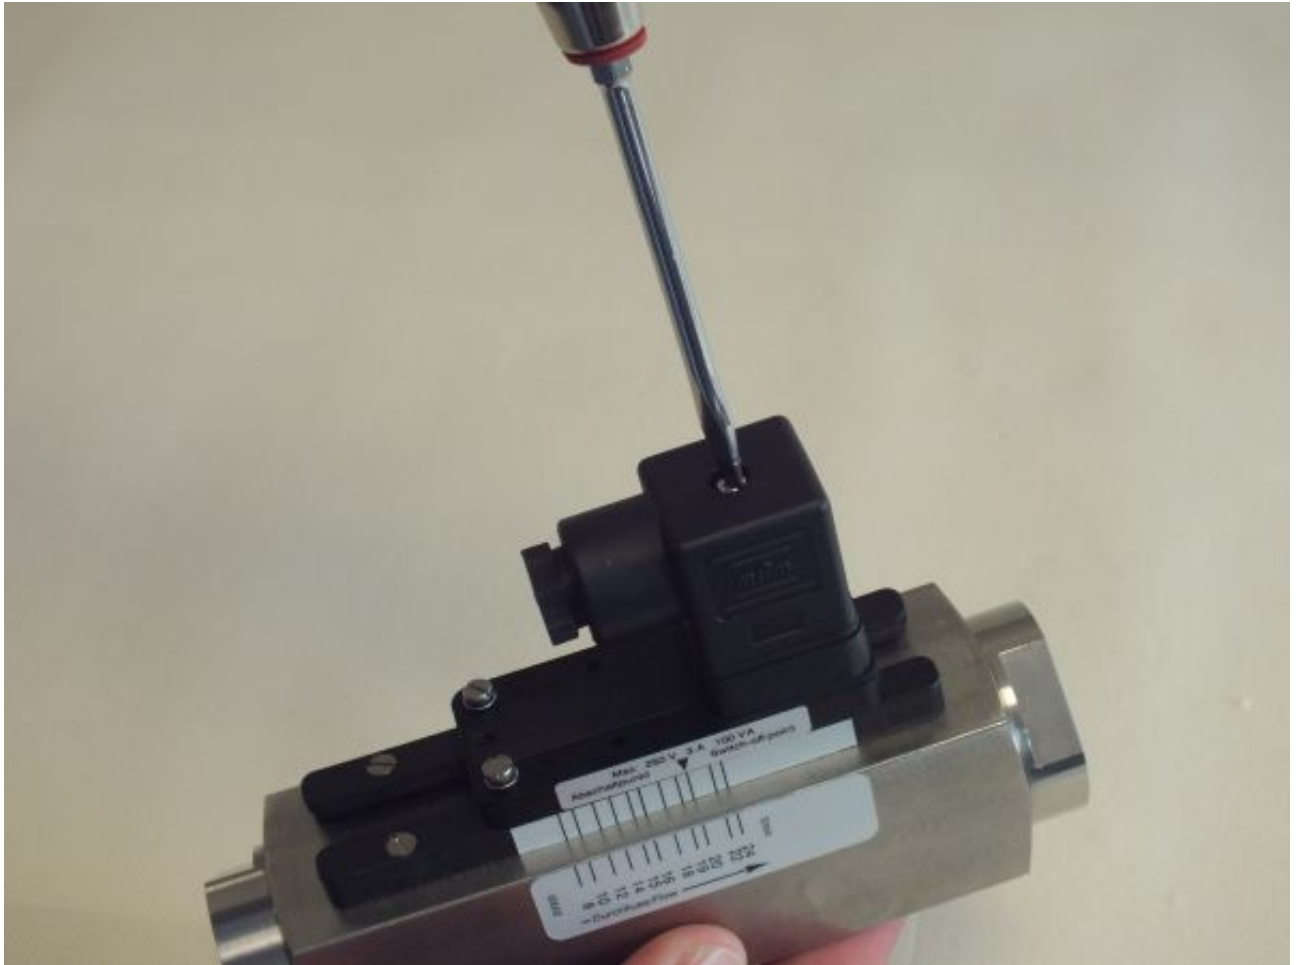

Abb. 27: Steckerdose lösen
1. ➤ Befestigungsschraube (Abb. 27) von der Steckerdose lösen
9. Steckerdose auf Gerätestecker stecken und Befestigungsschraube (Abb. 27) anziehen.